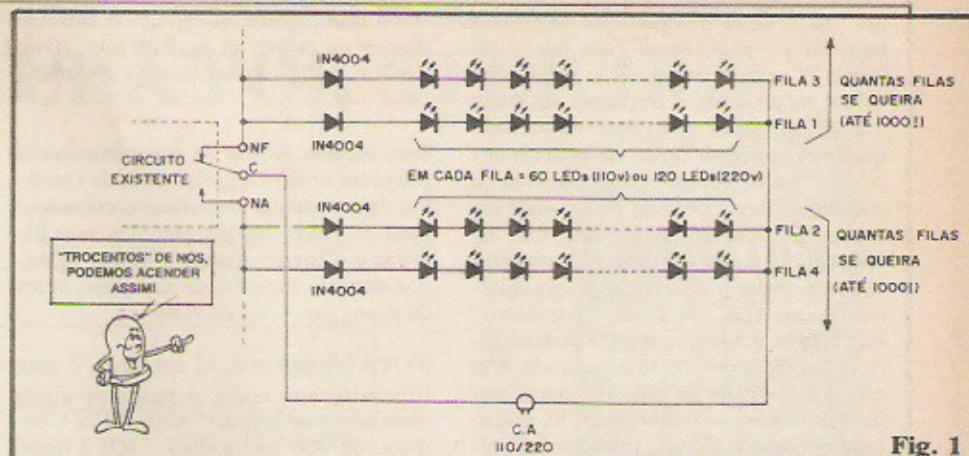

Fig. 1
Não é norma da Seção de CARTAS fazer esse tipo de "atendimento personalizado", Zé, mas como Você "molhou o lenço" direitinho (grande candidato ao Oscar...) e o seu "bom nome" profissional está em jogo, conseguiu emocionar os corações empedernidos da Equipe: a figura 1 dá todas as "dicas" para Você comandar, através dos contatos do relé do seu circuito alternante, e de maneira extremamente simples (na prática Você só precisará dos LEDs, mais alguns diodos comuns...), desde 60 LEDs até (pasme...) 240.000 LEDs (isso mesmo: duzentos e quarenta mil LEDs!). E com um "bônus" representado pela possibilidade de alternar a luminosidade em blocos ou conjuntos de LEDs, ou seja: supondo que Você incorpore 120 LEDs ao sistema, em dois blocos "elétricos" de 60 LEDs cada, quando o bloco "1" acende, o bloco "2" apaga, quando o bloco "2" acende, o bloco "1" apaga, e assim por diante.... Note que o contato Comum (C) do relé deve ser ligado simplesmente a um "polo" da CA local (110 ou 220V). A cada um dos outros dois contatos do relé (**Normalmente Fechado - NF** e **Normalmente Aberto - NA**...) podem ser ligadas quantas "filas" Você queira (Até 1000 "filas" em cada ramal!), sendo cada uma delas formada por 60 LEDs (em rede de 110V) ou 120 LEDs (em rede de 220V), mais um único diodo 1N4004... O "fim" de todas as "filas" deve retornar ao "outro polo" da CA local. O único cuidado será observar a polaridade dos LEDs e do diodo incorporados a cada fila (todos os catodos da "fila" apontados para a mesma "direção elétrica"...). Se - por exemplo, Você ficar na disposição básica do diagrama (fig. 1), terá 4 "filas", totalizando 240 LEDs em 110V ou 480 LEDs em 220V, observando que quando acendem as "filas" 1-3, apagam as "filas" 2-4, e assim alternadamente, na razão de frequência que o seu circuito ativa o relé.. Como cada um dos contatos do relé pode "suportar" uma corrente de até 10A, e como cada "fila" não demanda mais do que aproximadamente 10mA, uma simples "conta de dividir" mostra que nada menos que 1000 "filas" podem ser incorporadas a cada ramal do conjunto! No extremo mais modesto da "coisa", uma única "fila" de 60 LEDs (em 110V), em apenas um ramal do arranjo, já dará um bom efeito (só que af Você não terá a alternância... Apenas um pisca-pisca simples...). De qualquer maneira,
- FIG. 1-A - A estrutura básica, já vista, de um arranjo circuitual regulador de tensão, com ZENER... O diodo zener "Z" estabelece a exata "voltagem" de Saída (Vs), enquanto que o resistor "R" delimita as correntes no sistema, adequando o circuito à tensão de Entrada (Ve), à corrente que se espera na Saída (Is) e à corrente "suportável" pelo próprio zener (Iz), sempre lembrando que a soma de Iz com Is corresponde à corrente geral de Entrada (Ie). A tensão já regulada de Saída (Vs) "aparece" (pode ser medida...) nos próprios terminais do zener (pontos A-B), e este (com relação aos diodos comuns...) está no circuito posicionado de modo a receber polarização inversa (quem já esqueceu deve voltar às primeiras páginas da presente ABC e reler toda a "Lição" Teórica...).
- FIG. 1-B Quando estudamos os DIODOS comuns ("Aula" nº 3 do ABC) e também nas posteriores explicações dos outros componentes em cujas "entradas" existem junções semi-condutoras P-N (ou N-P, tanto faz...), vimos que, mesmo quando **diretamente** polarizadas, ou seja: quando aplicamos um potencial positivo ao material tipo P e negativo ao tipo N, as junções apresentam um "degrau" de tensão a ser vencido... Essa queda de tensão intrínseca, nos diodos comuns de silício (que são os mais usados, atualmente...) situa-se em torno de 0,6 a 0,7V (podendo chegar até a 1,0V em casos mais específicos...). Com tal característica, não é difícil perceber que, na prática, um diodo comum, **diretamente** polarizado, age exatamente como um zener de 0,6V! Estabelece, entre seus terminais de anodo e catodo uma diferença fixa de tensão, com tal valor (0,6V) de forma bastante estável (desde que seus limites de corrente não sejam "forçados" e que - e isso é importante - a temperatura do componente e do ambiente em que o cerca seja razoavelmente estável). A figura mostra a "equivalência simbólica" de um diodo comum, polarizado em sentido direto, com um hipotético zener de 0,6V (este, obviamente, polarizado no sentido inverso, como convém a um zener "de verdade"...). O interessante é que, para todos os efeitos (inclusive para os eventuais cálculos de aplicação) temos um zener, de baixo valor de tensão, porém plenamente funcional!